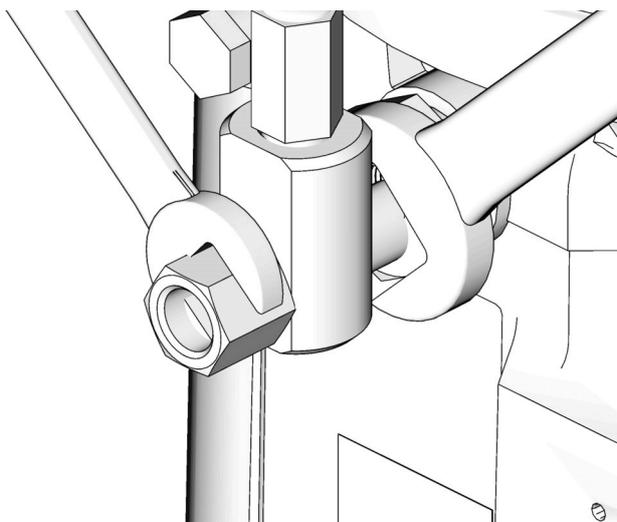

FIG. 10
- Utilice siempre dos llaves y haga fuerza en direcciones opuestas cuando conecte algo al elemento de bomba o accesorios auxiliares. Vea un ejemplo en la FIG. 10.